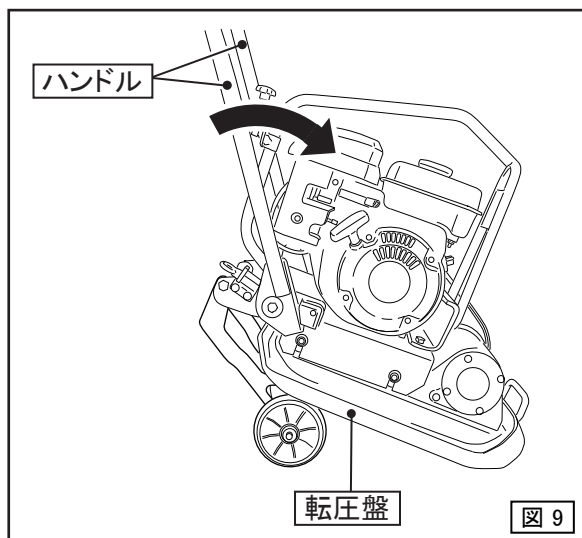

図 9
1. 転圧盤の先端を接地させ、ハンドルを前に倒して車輪を浮かします。(図9)